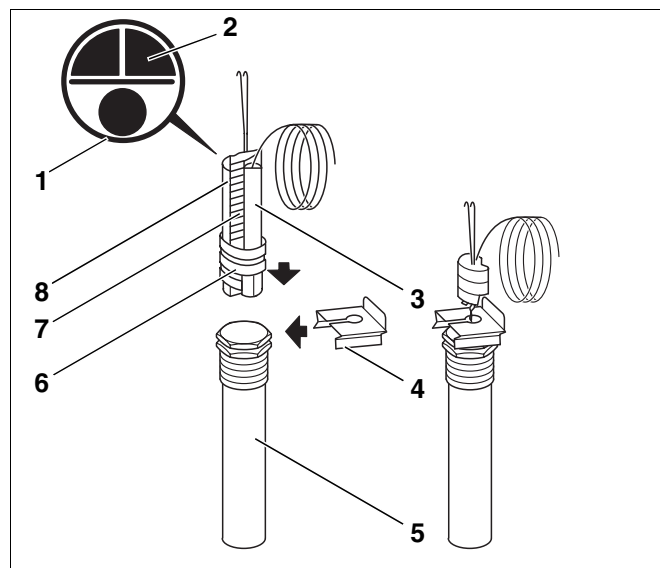

Рис. 1 Установка погружного датчика
- Комплект датчика (рис. 1, поз. 1) вставить до упора в гильзу (рис. 1, поз. 5).
Пластмассовая спираль (рис. 1, поз. 6) - обхватывающая датчик - при установке автоматически сдвигается назад. Выравнивающая пружина (рис. 1, поз. 7) и детали (рис. 1, поз. 2 и 8) должны быть вместе вставлены в гильзу. Они прижимают температурный датчик к стенке гильзы для лучшей теплопередачи.
- Для предотвращения выпадения датчика вставьте фиксатор (рис. 1, поз. 4) сбоку на оголовок гильзы.
В этом случае используется только сенсор (рис. 1, поз. 3 и рис. 2, поз. 1) прилагаемого комплекта датчика (рис. 1, поз. 1) – выравнивающая пружина и деталь не понадобятся.